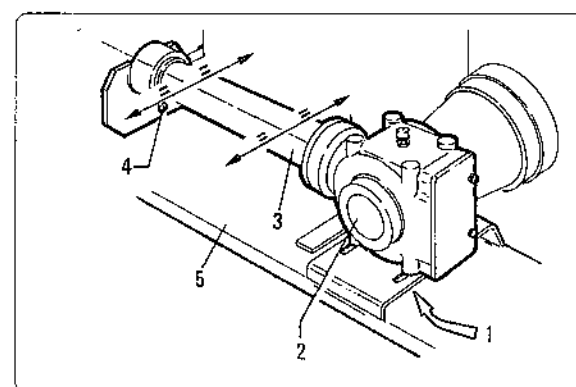

fig. 7.8.2
- 1- die Schrauben "1" Abb. 7.8.2 zur Befestigung des Übersetzungsgetriebes und die Schraube "4" zur Blockierung der Verlängerung am Rahmen losdrehen.
- 4 - Spostare il moltiplicatore fig. 7.8.2 nella stessa direzione e della stessa entità, per ripristinare l'allineamento del tubo di prolunga "3" con il telaio della macchina "5".
- 4 - Shift the gearbox fig. 7.8.2 in the same direction and to the same extent in order to re-align extension tube "3" with chassis "5".